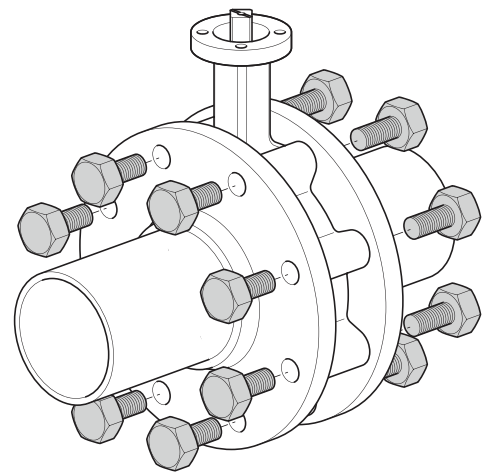

Fig. 31.
- b. Posez tous les boulons entre la vanne et les brides d'accouplement. Serrez les boulons à la main. (Fig. 31)